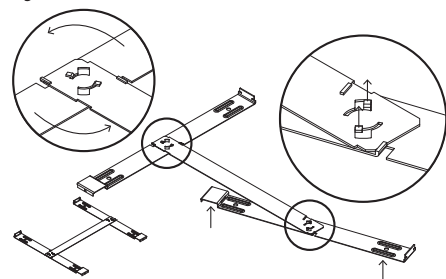

Fig. 3
- Bevestig het verwarmingspaneel aan de gemonteerde H-beugel zoals afgebeeld in Fig. 3.